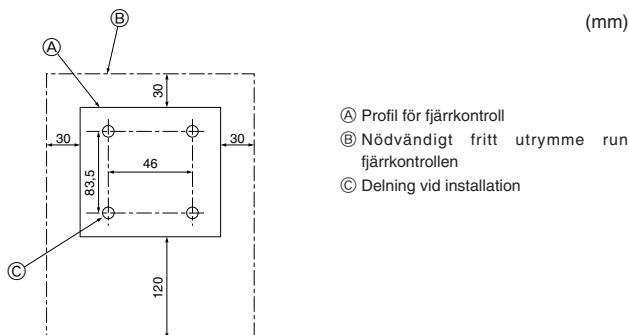

Fig. 6-2
6.2. Fjärrkontroll (Fig. 6-2) För ledningsdragen fjärrkontroll
(1) Välj installationsplats för fjärrkontrolle. (Fig. 6-2)